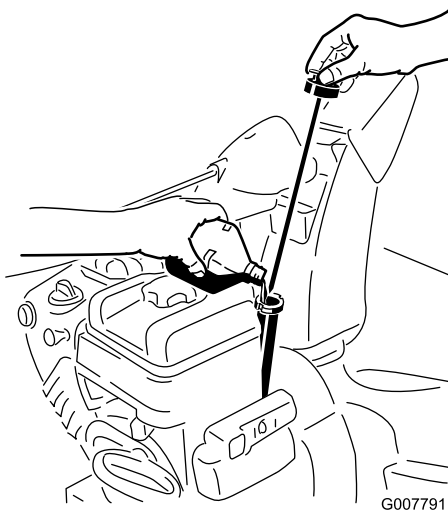

Figure 40
2. Sortez de nouveau la jauge et contrôlez le niveau d'huile (Figure 40). Ajoutez de l'huile, si le niveau est en dessous du repère du minimum sur la jauge (voir Plein d'huile du carter moteur).